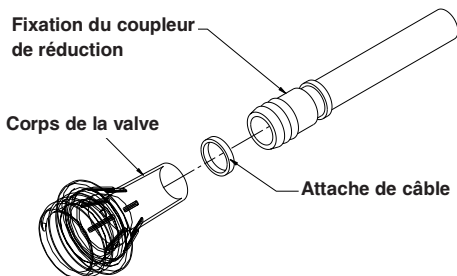

Figure 3
4. À l'aide de la pince coupante diagonale, couper l'attache de câble la plus proche du côté pied de la housse du matelas maintenant le tuyau du système à faible perte d'air et la fixation du coupleur de réduction au corps de la valve (voir la figure 3).
5. À l'aide de la pince coupante diagonale, couper l'attache de câble la plus proche du côté pied de la housse du matelas maintenant le tuyau du système à faible perte d'air et la fixation du coupleur de réduction au corps de la valve (voir la figure 3 à la page 20).